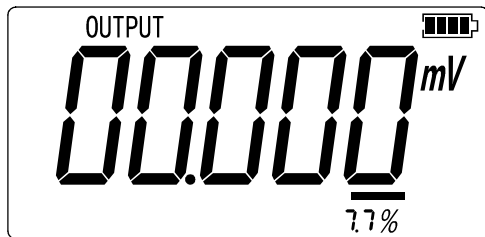

图 2.1-5
- 按  $\boxed{V\ mV\ \Omega}$  键可切换至毫伏输出模式，显示界面如图 2.1-5 所示。